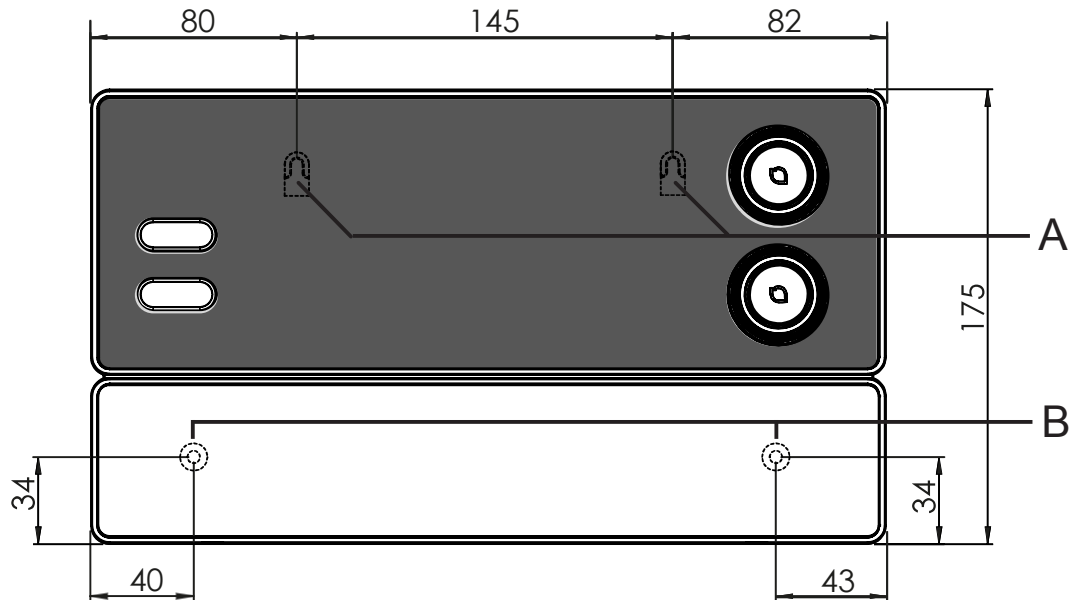

Abb.1 Position der Aufhängevorrichtung und der Montageöffnungen (Maße in mm)
1. Drehen Sie zwei Kreuzschlitzschrauben (16 mm) in ca. 1,70 m Höhe bis zu einem Abstand von 7 mm in die Saunawand ein. Die beiden Schrauben müssen einen Abstand von 145 mm zueinander haben (siehe Abb.1).
3. Hängen Sie die Saunasteuerung mit Hilfe der Aufhängevorrichtung A auf die montierten Kreuzschlitzschrauben (siehe Abb.1).
4. Drehen Sie zwei Kreuzschlitzschrauben (16 mm) in die unteren Befestigungsöffnungen B ein (siehe Abb.1).